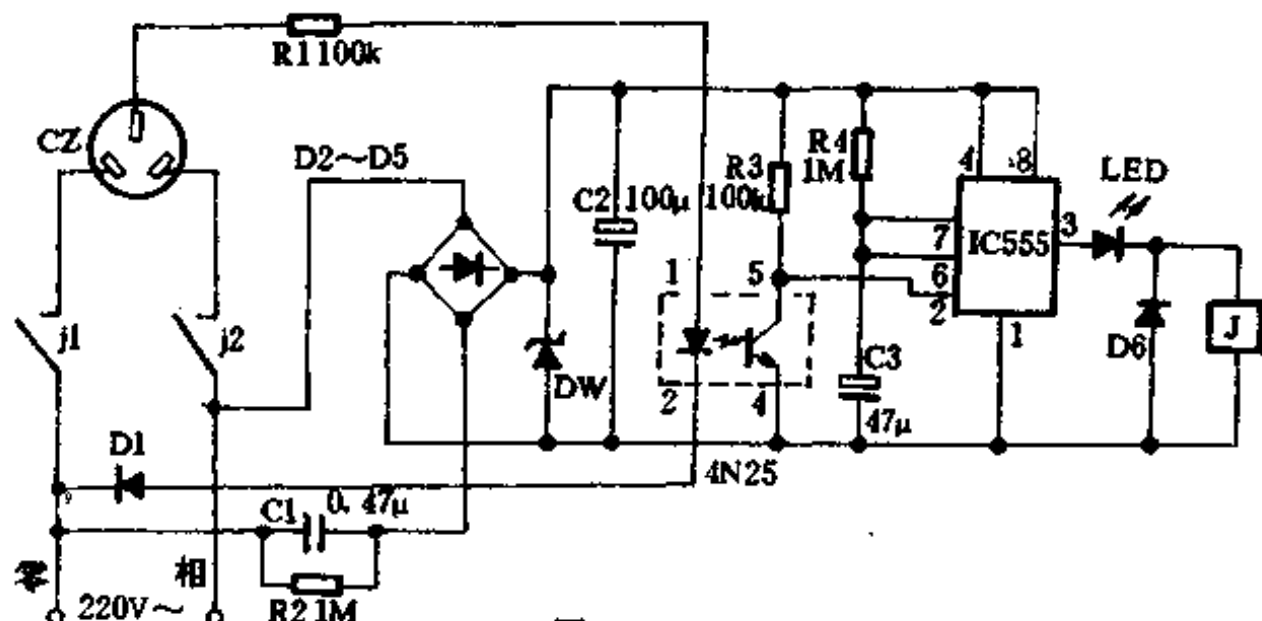

图 1-214
保安插座电路见图 1-214,时基电路 555 接成单稳态工作模式,平时因其②脚处于高